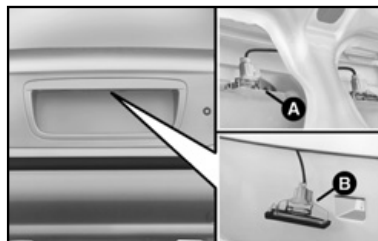

fig. 32
Siena fig. 32
1) levantar a tampa traseira. No lado interno da mesma se tem acesso aos dois porta-lâmpadas **fig. 32**.
2) retirar os porta-lâmpadas forçando levemente com uma chave de fenda no ponto **A-fig. 32**.
3) retirar a lâmpada do soquete, puxando-a **B-fig. 32**.